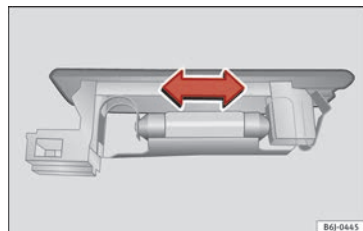

Fig. 111 Luz del maletero.
- Presione la lámpara lateralmente y extráigala del alojamiento »» **fig. 111**.